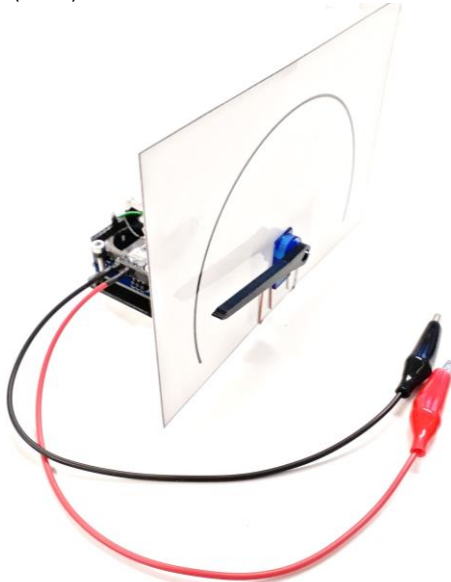

Abbildung 1: Servomotor-Shield
Ein Servomotor stellt seinen drehbaren Kopf je nach eingehendem Puls in einem bestimmten Winkel ein. Sie werden u.a. im Modellbau eingesetzt, z.B. für die Lenkung eines ferngesteuerten Modellautos oder für die Steuerung der Ruder eines Modellflugzeugs oder für analoge Anzeigen (Abb.1).
- Arduino UNO mit Servomotor-Shield (Abb.1)